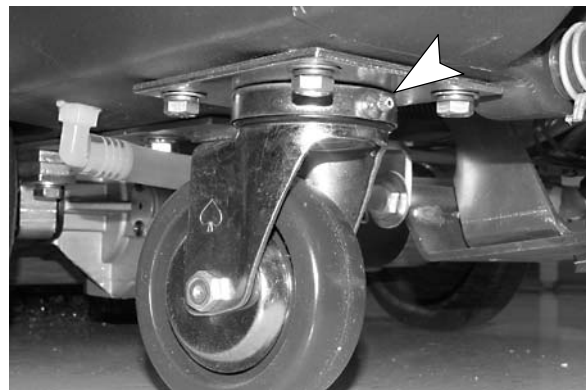

FIG. 41
3. Lubrifiez les graisseurs des roulettes avec une graisse imperméable (Figure 41).